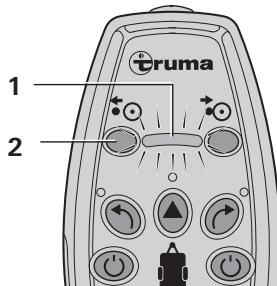

Bild 7
- Håll knappen (bild 7 - 2) på fjärrkontrollen intryckt i ca fem sekunder och släpp sedan upp den. Drivhjulet svängs bort. Efter att drivhjulet är helt bortsvänt går detta tillbaka några millimeter för att avlasta mekaniken. Detta förfarande måste inväntas. Indikatorn (bild 7 - 1) blinkar under processen.